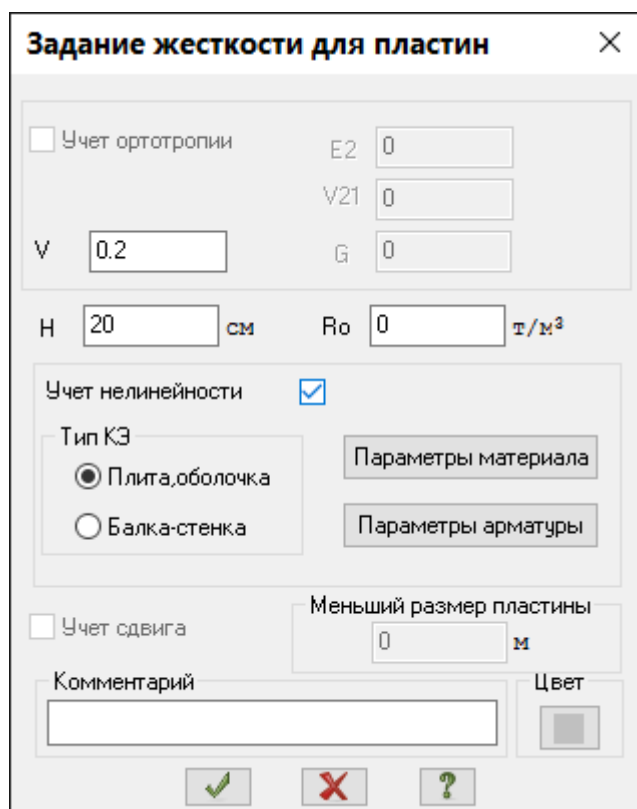
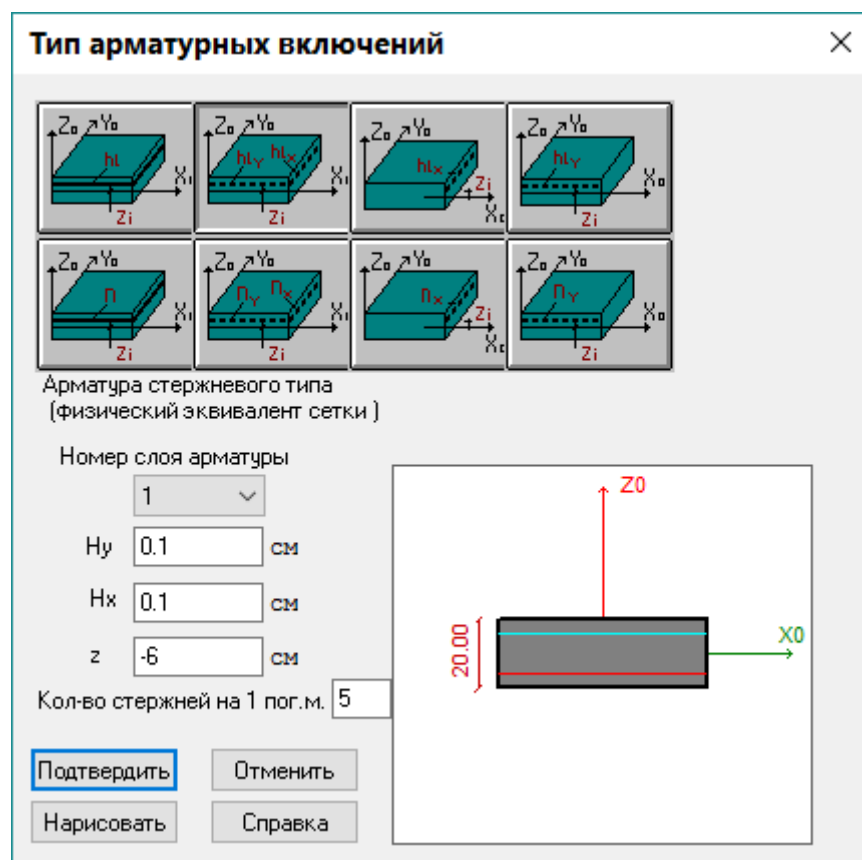

Рис.16.10. Диалоговое окно **Задание жесткости для пластин**
Рис.16.11. Диалоговое окно Тип арматурных включений
- В окне **Задание жесткости для пластин** (рис.16.10) задайте параметры сечения **Пластины** (для плиты перекрытия):
- Для задания расположения и площади арматуры, в диалоговом окне **Задание жесткости для пластин** (рис.16.10) щелкните по кнопке **Параметры арматуры**. Вызывается диалоговое окно **Тип арматурных включений** (рис.16.11).